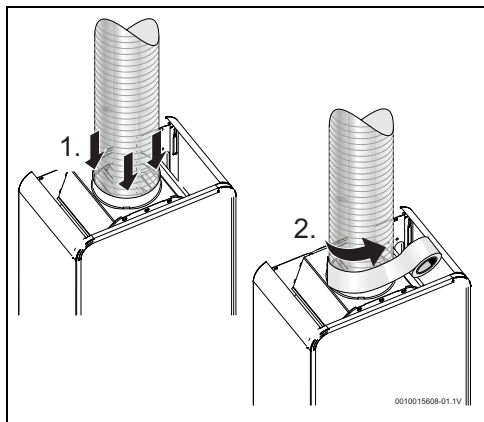

Fig. 12
- être insérés à l'intérieur de l'anneau de cheminée (→ dimensions de l'anneau dans le tabl. 3), sans dégagements, et être correctement placés dans les raccords-unions. En cas de dégagements, le raccordement doit être scellé avec le matériau adéquat (fig. 12),